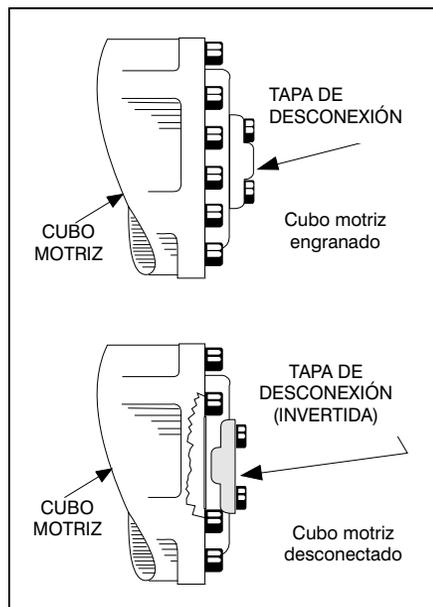

Figura 4-5. Desconexión de cubo motriz
2. Desengranar los cubos de las ruedas motrices invirtiendo sus tapas de desconexión. (Ver la Figura 4-5.) Después de haber remolcado la máquina, llevar a cabo los procedimientos siguientes:
3. Volver a engranar los cubos de las ruedas motrices invirtiendo sus tapas de desconexión. (Ver la Figura 4-5.)